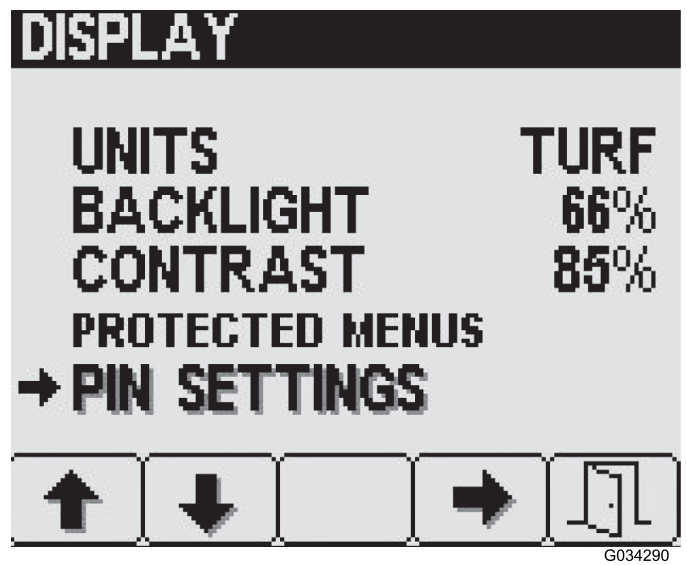

Figura 14
1. Premete il pulsante 2 sulla schermata Impostazioni display fino a raggiungere Impostazioni PIN, poi premete il pulsante 4 per selezionare Impostazioni PIN (Figura 14).